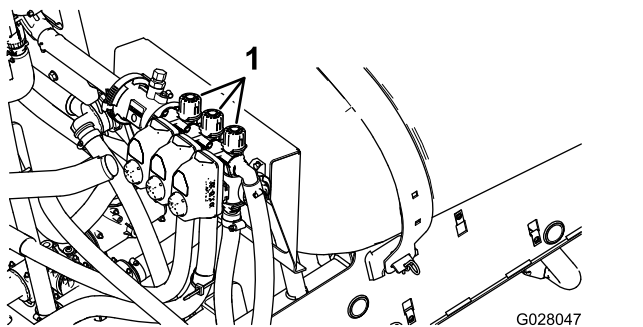

Figura 107
11. Desactive el brazo izquierdo y ajuste el mando de desvío del brazo (Figura 107) hasta que la presión marcada coincida con el valor previamente ajustado (típicamente 40 bar).
13. Ajuste el mando de desvío del brazo derecho (Figura 107) hasta que la presión marcada coincida con el valor previamente ajustado (típicamente 40 bar).
15. Ajuste el mando de desvío del brazo central (Figura 107) hasta que la presión marcada coincida con el valor previamente ajustado (típicamente 40 bar).